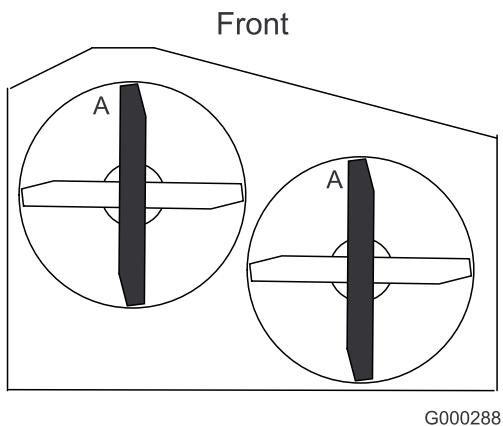

Figure 55
3. Tournez les lames dans le sens longitudinal. Mesurez la distance entre la surface plane et le tranchant (position A) des lames (Figure 54) et notez cette valeur. Pour les plateaux de coupe de 36 pouces, reportez-vous à la Figure 55.